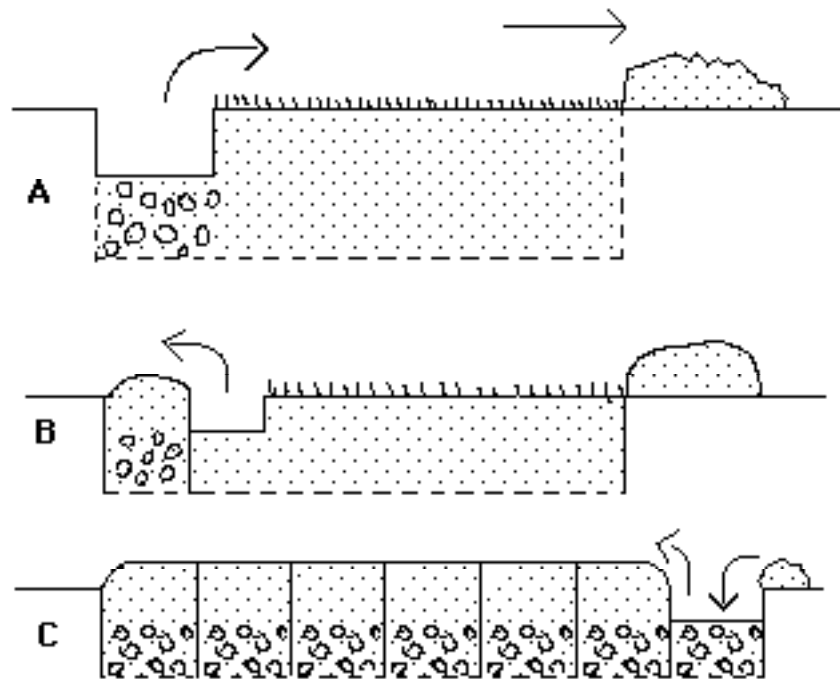

FIGURA 4-7: Un almácigo de cavado-doble
- 4) Cavar el siguiente trecho de 30-40 cm de anchura, pero esta vez tirar la tierra en el trecho que hizo en el Paso 2. (Vea Figura 4-7 B).
- 7) Después de aflojar y enriquecer el subsuelo en el último trecho, llenarlo con la tierra que se llevó a ese extremo del almácigo en el paso 2 (vea Figura 4-7 C).